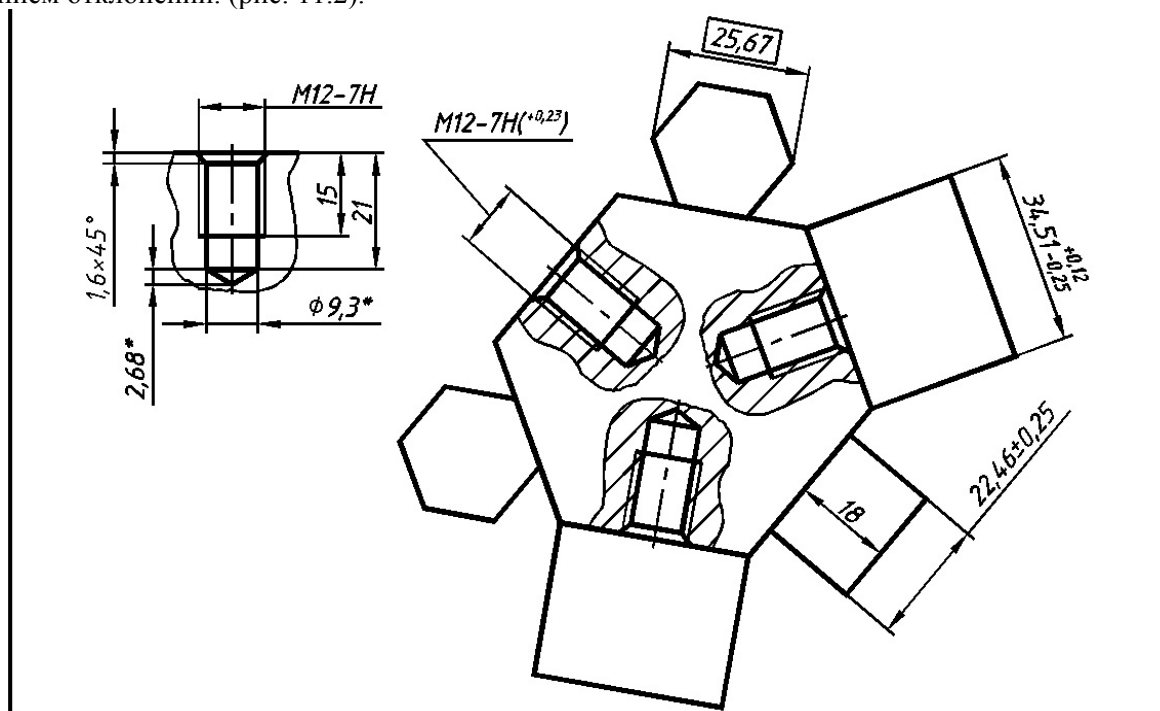

Рис. 11.2. Чертеж фигуры ко второму заданию
11.2.2. Начертить фигуру. При построении применить команду **ALIGN**. Проставить размеры с указанием отклонений. (рис. 11.2).
Шестиугольник на рис. 11.2 задан размером стороны (34,51). Стороны его не параллельны сторонам габаритного прямоугольника.
По приведенной выше схеме выровняйте второй шестиугольник и один из прямоугольников (см. рис. 11.2). Остальные прямоугольники следует выровнять с масштабированием (как головки винтов в первом задании).